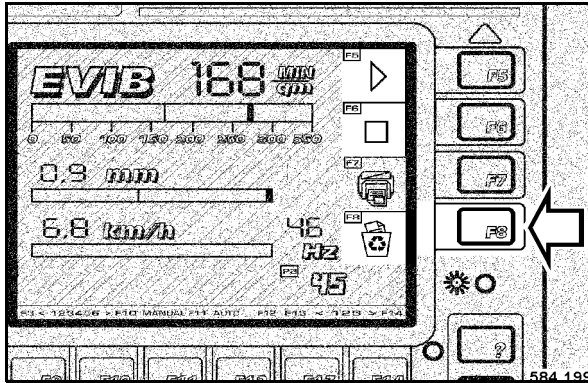

fig. 102
- Si d'autres copies de la présente piste ne sont pas nécessaires, appuyer sur la touche F8 "EFFACER" (fig. 102) après l'allumage de la zone de contrôle F6 "TERMINE".